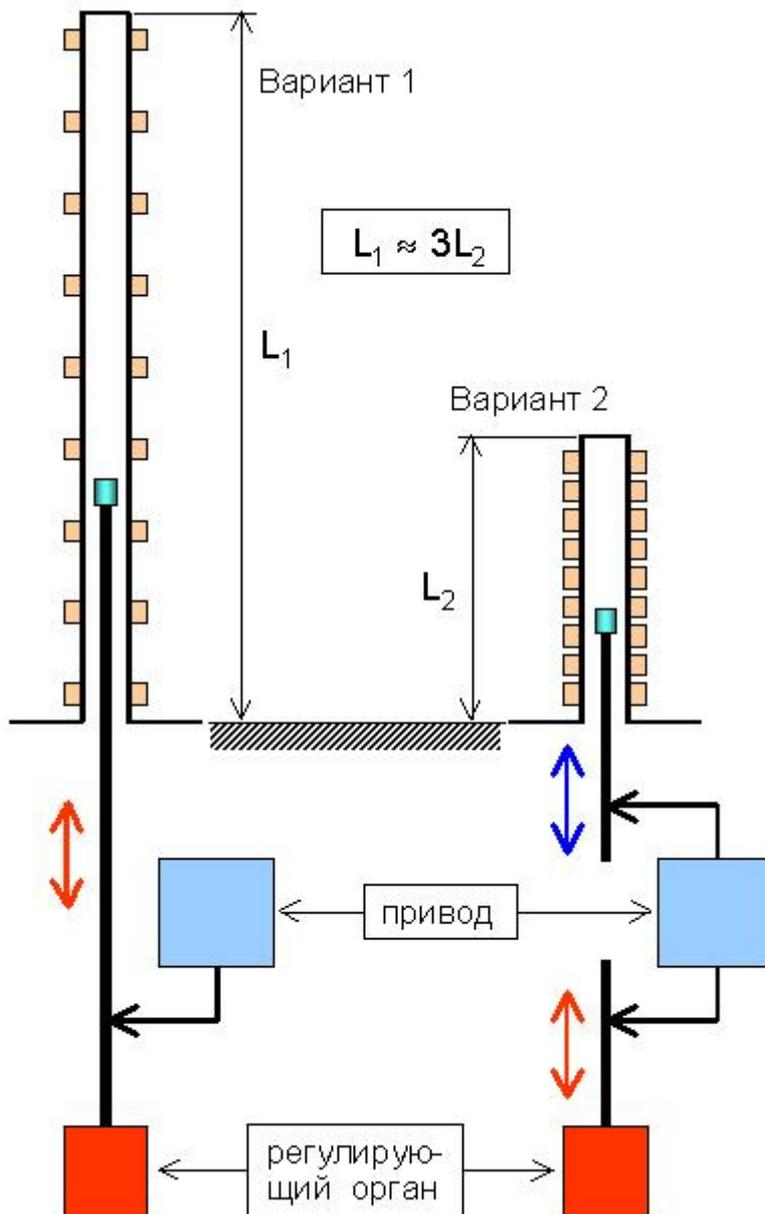

Рис.9.
– Ты прав, но не все так просто... Конечно, хотелось бы иметь датчики подешевле, кто спорит? Но надо учитывать еще одно обстоятельство. Датчики возвышаются над уровнем пола машинного зала (рис.9). Когда на 3,5– 4,0 метра, то это одно, а когда в 3 раза меньше, совсем другое. Устанавливают и снимают датчики с помощью крана, который
Мы вместе сформулировали техническое противоречие (рис.9):